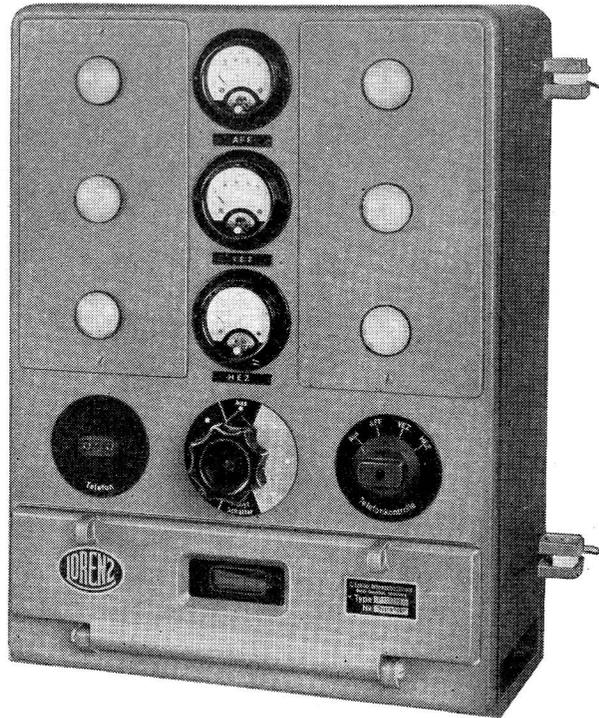

Abbildung 2: BÜG, Vorderansicht geschlossen
- Abbildung 2: BÜG, Vorderansicht geschlossen.
Das BÜG ist in einem schrankförmigen Gußgehäuse mit türartig aufklappbarer Rückwand eingebaut (vgl. Abbildung 2).